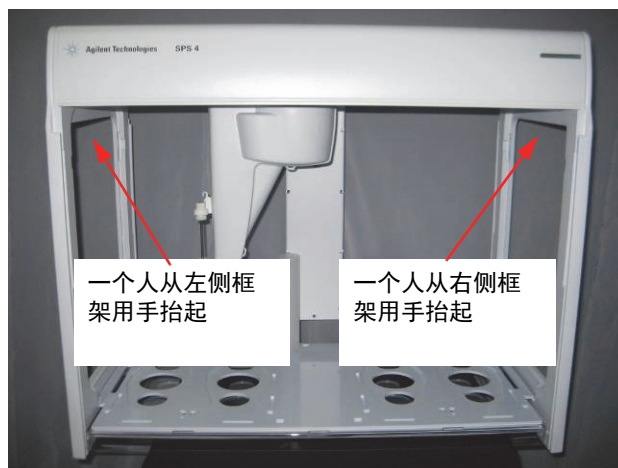

图 18 移动自动进样器的抬起位置
- 建议按照图 18 所示的方法，由两个人分别将手放在两侧的框架下，然后将自动进样器抬起。